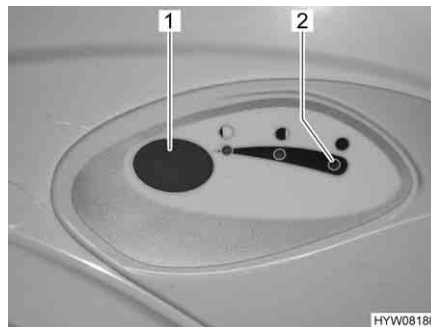

Bild 257 Spolknapp/kontrollampa Thetford-toalett
- För att spola, tryck på den blå spolknappen (Bild 257,1).
Kontrollampan (Bild 257,2) lyser när latrintanken måste tömmas.